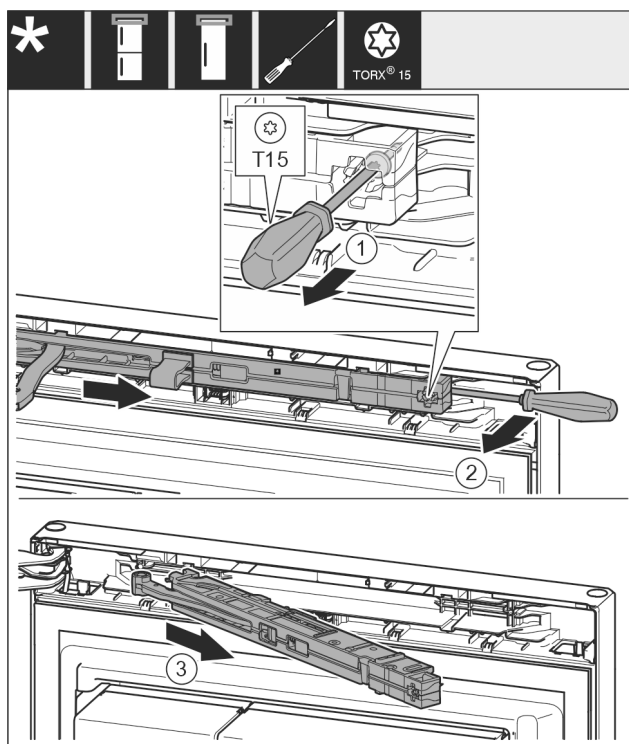

Fig. 11
- Desserrer la vis Fig. 11 (1) de l'unité d'amortissement de fermeture au moyen d'un tournevis 14 mm.
- Décrocher l'unité d'amortissement de fermeture Fig. 11 (2) côté poignée vers l'avant avec un tournevis.
- Retirer l'unité d'amortissement de fermeture Fig. 11 (3).